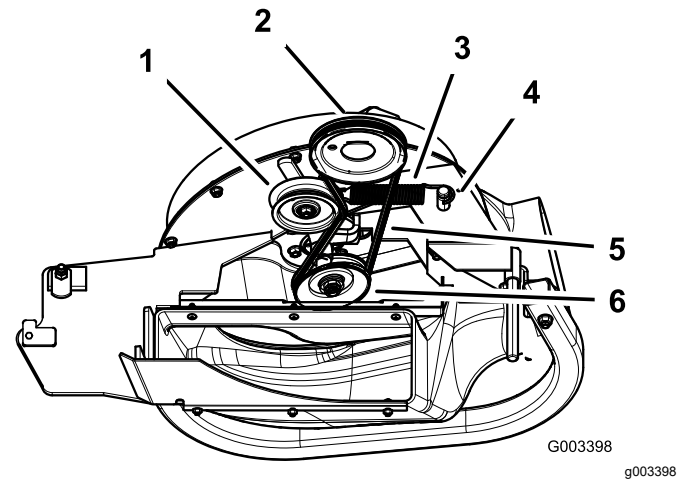

Figura 13
1. En cortacéspedes de 152 cm y 183 cm (60" y 72"), instale la correa alrededor de la polea del soplador (Figura 13).